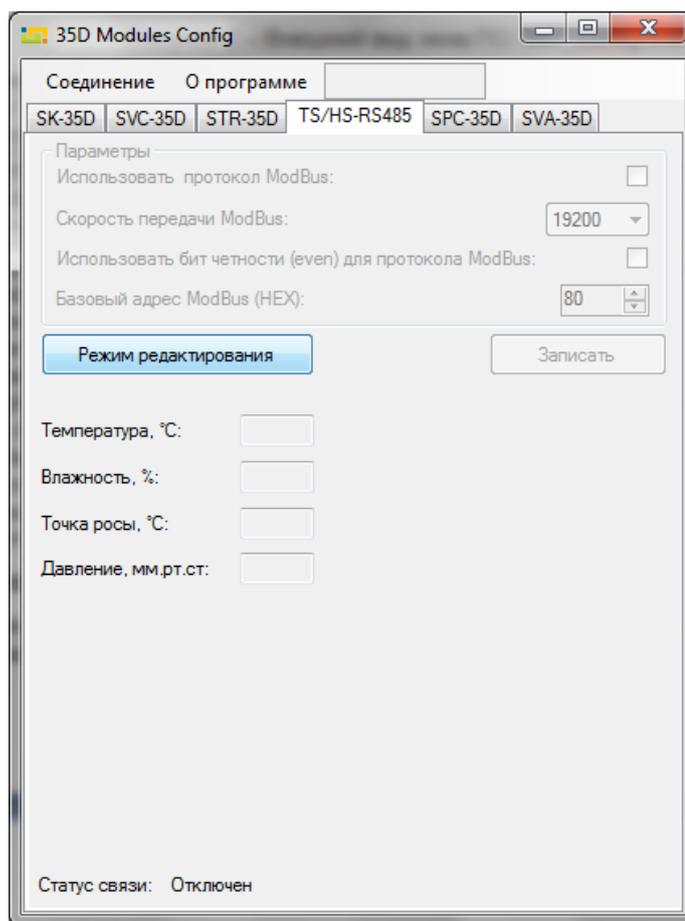

Рисунок 2 – Внешний вид окна ПО 35D\_config.exe
- в открывшемся окне (см. рисунок 2) перейдите на вкладку TS/HS-RS485;
**ВНИМАНИЕ!** В течение 3-х секунд после подачи питания на вход, датчик работает по протоколу IM, не зависимо от того, разрешена работа по протоколу ModBus RTU или запрещена (пункт "Использовать протокол ModBus" (см. рисунок 2)).